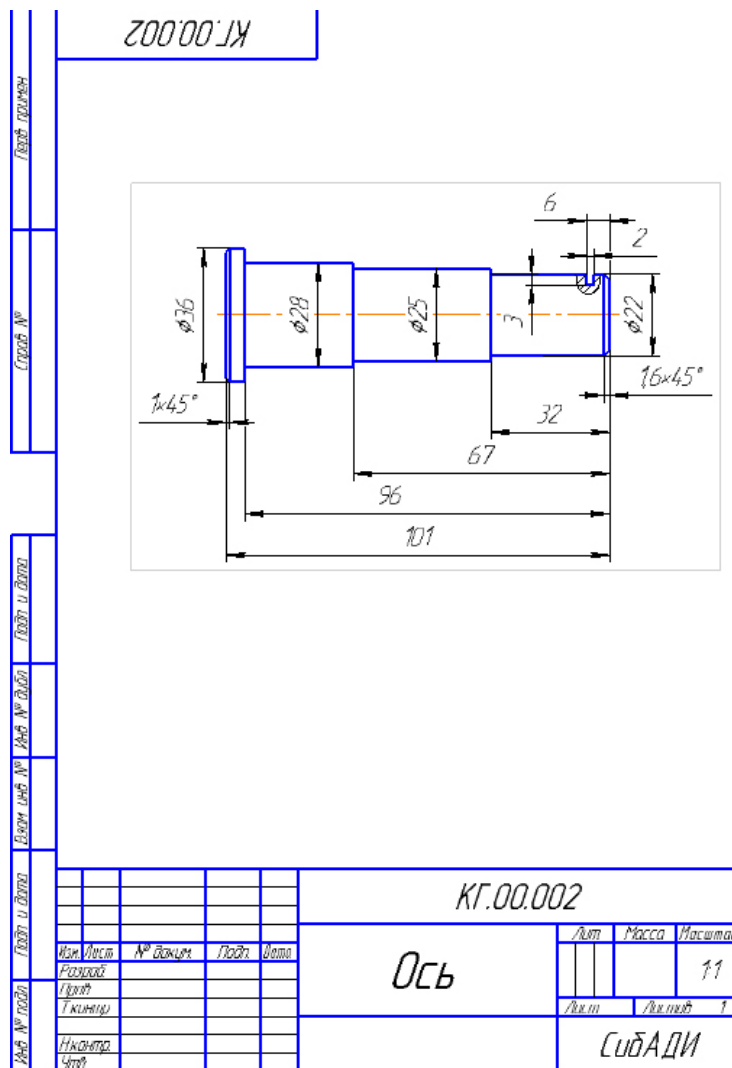

Рис. 4.6. Рабочий чертеж детали «Ось»
- Откройте чертеж детали «Ось», который находится в папке ... \Рабочие чертежи\Ось \_ КГ.00.002 (рис. 4.6).